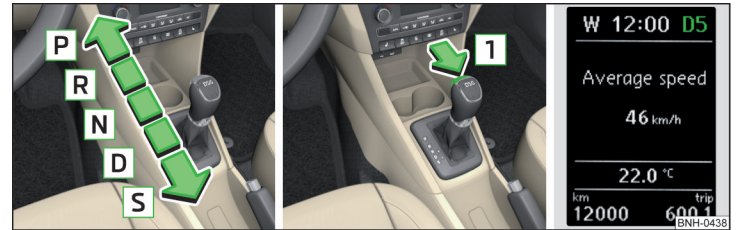

Abb. 94 Wählhebel / Sperrtaste / Displayanzeige
Bei eingeschalteter Zündung wird der Getriebemodus sowie der aktuell eingelegte Gang im Display angezeigt > Abb. 94.
Mit dem Wählhebel können die folgenden Modi eingelegt werden > Abb. 94.
Vor dem Einlegen des Modus **S** aus dem Modus **D** muss die Sperrtaste in Pfeilrichtung **T** » Abb. 94 gedrückt werden.
➤ Das Bremspedal durchtreten und gleichzeitig die Sperrtaste in Pfeilrichtung **T** » Abb. 94 auf Seite 107 drücken.
Der aktuell eingelegte Gang wird im Display » Abb. 94 auf Seite 107 angezeigt. ▶
- › Die Sperrtaste in Pfeilrichtung  » Abb. 94 auf Seite 107 drücken und gedrückt halten.